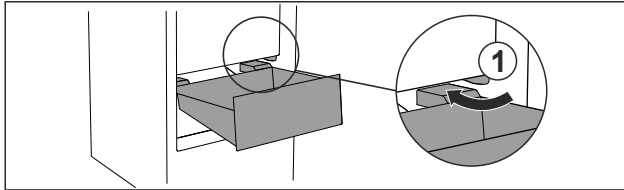

Fig. 70
- ▶ Lade schuin rond de stoppers Fig. 70 (1) leiden.